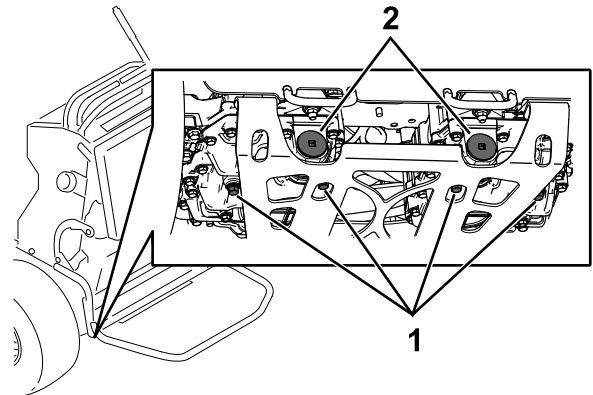

Figure 76
- Localisez le bouchon de vidange au bas de chaque transmission et placez un bac de vidange sous les bouchons (Figure 76).